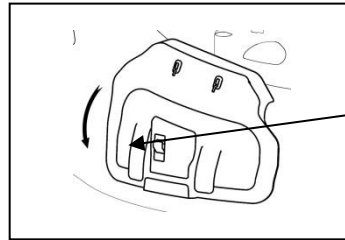

Fig. 7C
6.1.2 Assurez-vous que la protection de décharge latérale est abaissée et bloquée par le levier de sécurité Fig. 7C